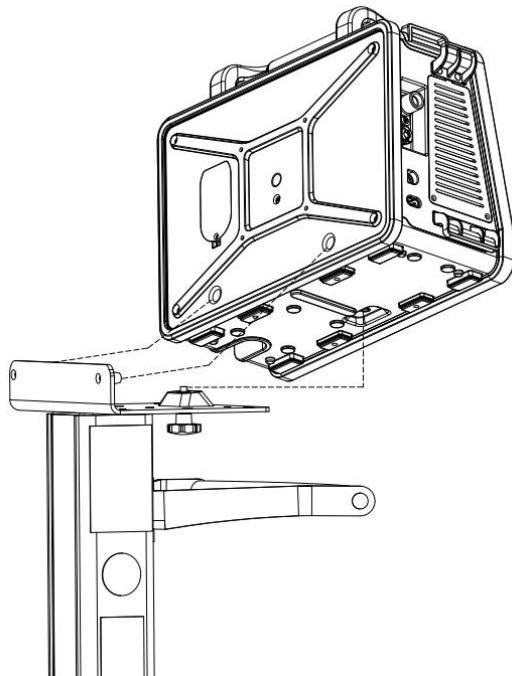

Рисунок 3.1 – Установка аппарата на стол тележки
- Установить электронный блок на стол тележки таким образом, чтобы штыри стола тележки совпали с выемками на задней части корпуса аппарата. Зафиксировать снизу с помощью винта со звездообразной рукояткой (рисунок 3.1).